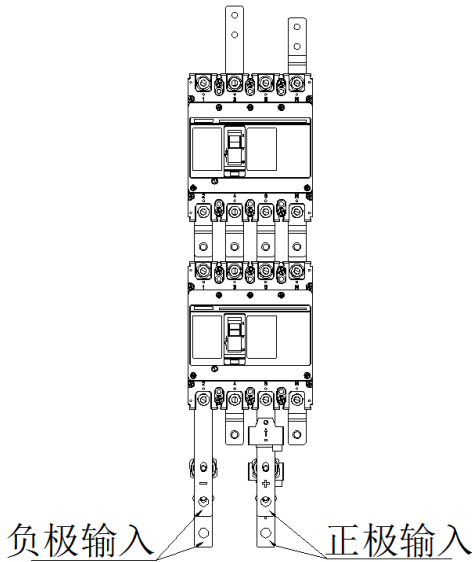

图3-10 直流输入接线位置
(3) 直流输入电缆接线前，必须确认所连接的每一组输入光伏组件都是同一规格类型。
(4) 将直流正负极电缆相应的连接于逆变器正、负极铜排上，直流输入正负极接线铜排位置如图 3-10 所示。